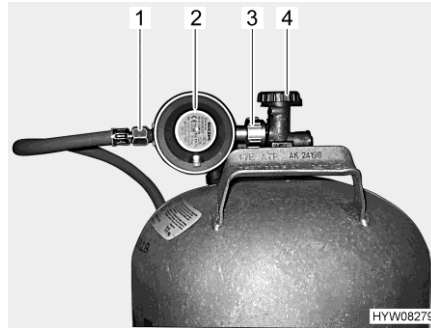

Bild 97 Anschluss Gasflasche
- Haupt-Absperrventil (Bild 97,4) an der Gasflasche schließen. Pfeilrichtung beachten.
- Gasdruckregler (Bild 97,2) festhalten und Rändelmutter (Bild 97,3) öffnen (in der Regel Linksgewinde).
- Gasdruckregler mit Gasschlauch (Bild 97,1) von der Gasflasche abnehmen.
- Gasdruckregler (Bild 97,2) mit Gasschlauch (Bild 97,1) an die Gasflasche ansetzen und Rändelmutter (Bild 97,3) zudrehen (in der Regel Linksgewinde). **Nicht** zu fest anziehen.